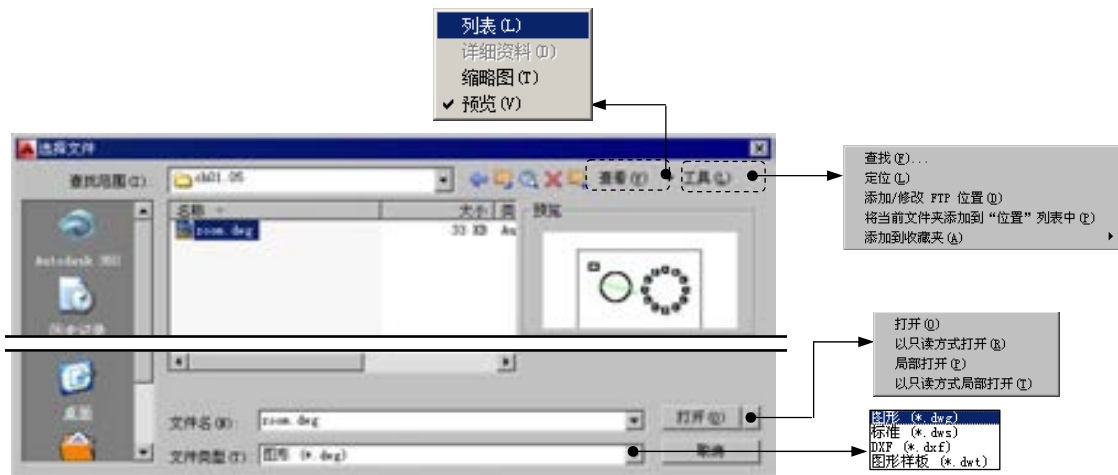

图 1.5.1 “选择文件”对话框
Step1. 选择下拉菜单 **文件(F)** → **打开(O)...** 命令，或单击“快速访问工具栏”中的打开按钮 ，此时系统弹出“选择文件”对话框，如图 1.5.1 所示。
Step2. 在“选择文件”对话框的文件列表中，选择需要打开的图形文件，在右侧的 **预览** 区域中将显示出该图形的预览图像。在默认的情况下，打开的图形文件的类型为 dwg 类型。用户可以在图 1.5.1 所示的 **文件类型(T):** 下拉列表中选择相应类型。
Step3. 选择打开方式。用户可以在打开方式列表中选择以 **打开(O)**、**以只读方式打开(R)**、**局部打开(P)** 或 **以只读方式局部打开(I)** 四种方式打开图形文件（图 1.5.1）。当以 **打开(O)** 或 **局部打开(P)** 方式打开图形时，用户可以对图形文件进行编辑；如果以 **以只读方式打开(R)** 或 **以只读方式局部打开(I)** 方式打开图形，用户则无法对图形文件进行编辑。另外，使用 **局部打开(P)** 方式可以只打开图形文件